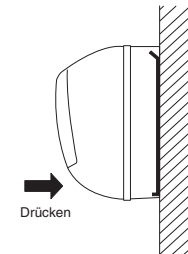

Abb. 3-58
- (1) Die Inneneinheit zur Installation auf die zwei Ansätze am oberen Teil der Rückwand setzen.
- (2) Den Luftauslass nach unten drücken und den unteren Teil der Inneneinheit andrücken, bis er mit einem Klicken einrastet, um die Einheit sicher an den zwei Montageansätzen unten an der Rückwand zu befestigen. (Abb. 3-58)